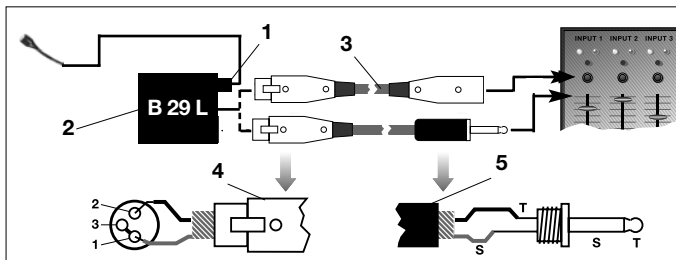

Abb. 3: Anschluss-Schema mit B 29 L
Siehe Abb.3.
Siehe Abb. 3. 2. Verbinden Sie das B 29 L (2) mit dem gewünschten Eingang.
- Zum Anschluss an einen symmetrischen Eingang verwenden Sie ein handelsübliches XLR-Kabel (3).